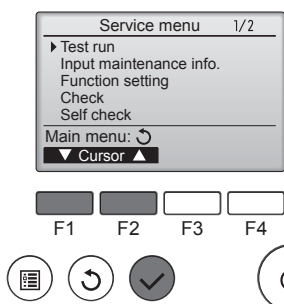

Fig. 6-3
- ③ Wählen Sie "Test run" (Testlauf) mit der Taste [F1] oder [F2], und drücken Sie die dann die Taste [✓]. (Fig. 6-3)